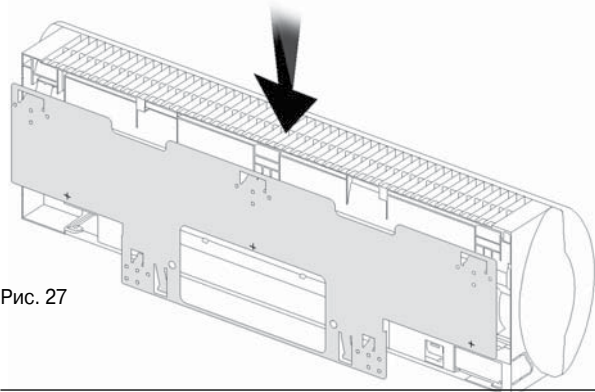

Рис. 27
- Присоедините агрегат к монтажной плате с помощью крепежных крючков, входящих в комплект поставки (рис. 27).